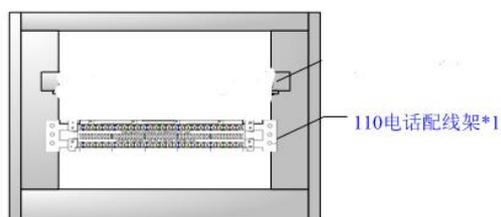

图 1-1
1. 按照附图1-1、1-2所示，完成机柜内配线架设备的安装。
① 选手制作“RJ45水晶头——RJ45水晶头”跳线和“RJ45模块——RJ45模块”跳线，并且串联在一起，模块跳线和水晶头跳线颜色必须不同，如图1-1所示。以相联的一根模块跳线和一根水晶头跳线为一组，最终评价链接的跳线数量和质量。同时评判端接的外观质量，操作规范，环境卫生等。
② 竞赛开始首先制作“RJ45模块——RJ45模块”跳线，并且插入准备阶段制作的“RJ45水晶头——RJ45水晶头”跳线，然后再制作“RJ45水晶头——RJ45水晶头”跳线、“RJ45模块——RJ45模块”跳线，按此循环依次制作，边做边串联和测试。不得“跳跃式”制作。
③ 每根跳线必须保证合格，不合格跳线不得串联，选手可以通过测线器进行测试，可以边测试边进行跳线制作。